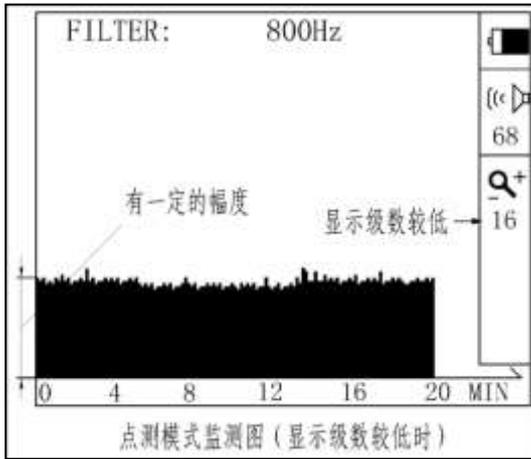
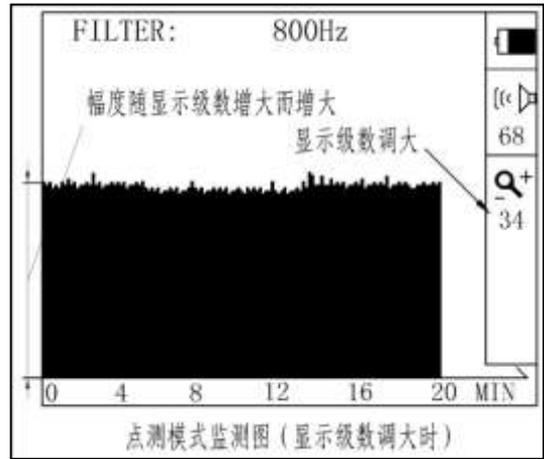

图 9.4
图 9.5
- b) 如果无论将显示级数调小或调大，图形显示为幅度都较大的包络线，可判断该处附近有漏点（见图 9.4 和图 9.5）：